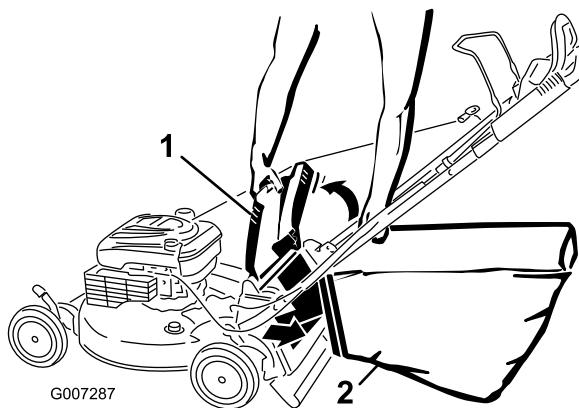

**Figure 26**
- Soulevez le déflecteur d'éjection et gardez-le dans cette position (Figure 26).
- Retirez l'obturateur d'éjection arrière (Figure 26).